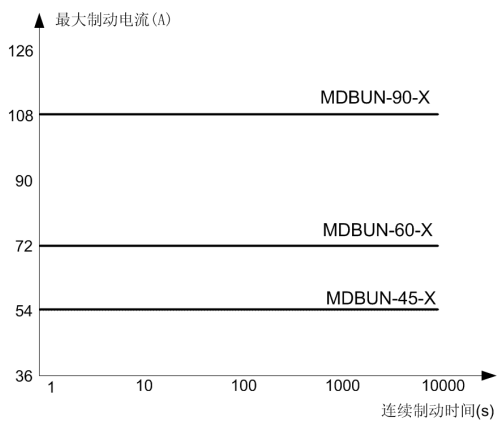

图 2-4 MDBUN 系列制动单元负载曲线图
- (1) 在图 2-4 中，X 代表 2T、T、5T 三种电压等级的制动单元。
- (2) 从图 2-4 可知，MDBUN 系列制动单元可在最大制动电流下长期连续制动。